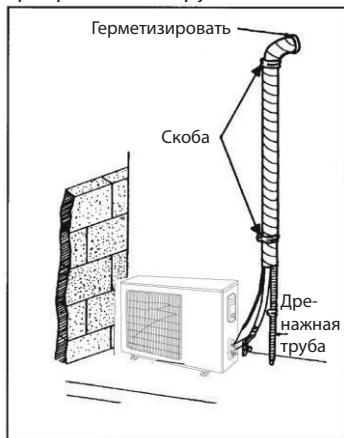

Рис. 15
- Наружный блок установлен ниже внутреннего блока (см. Рис. 15).